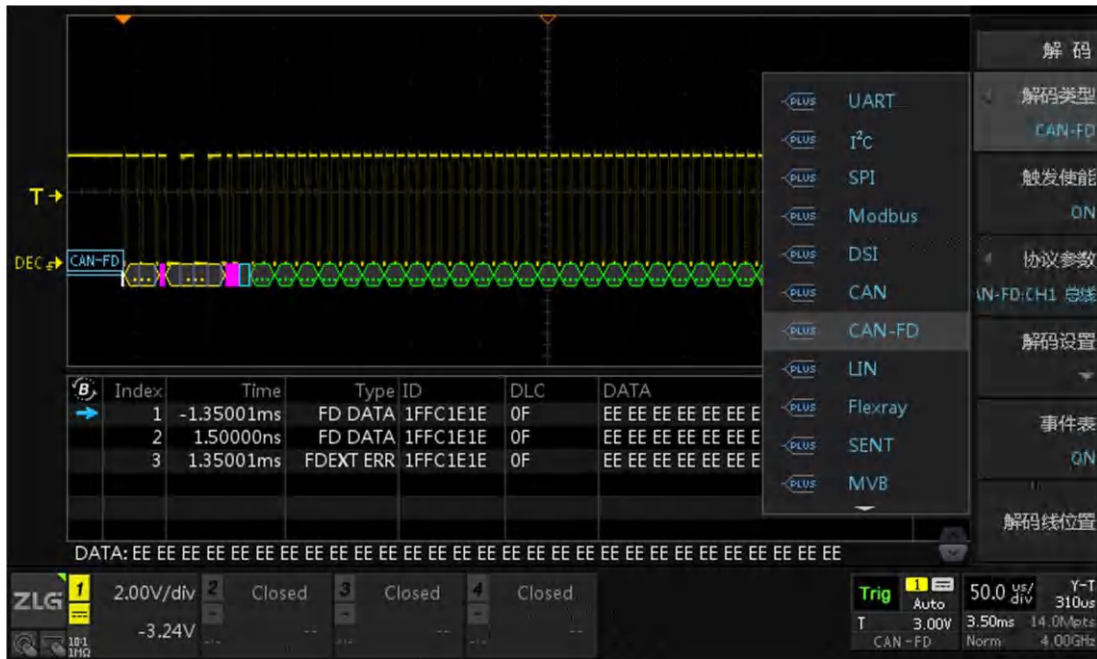

图 15.19 CAN-FD 解码类型选择
- 4、点击【解码类型】旋转旋钮 A 选中协议，短按旋钮 A 即可将设置为 CAN-FD，点击【协议触发】为“ON”（当对协议进行触发设置后，此处固定为 ON），此操作其实就是将触发类型设置为 CAN-FD，如图 15.19 所示；